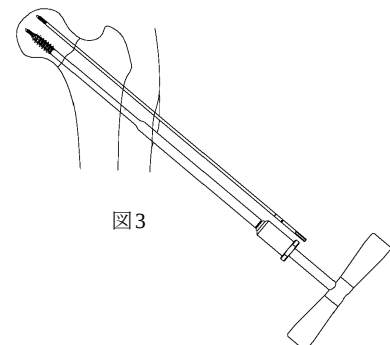

図 3
- 骨質が硬い場合、プレタッピングを行います。T ハンドル（L）に接続したラグスクリュータップを用いることで、ラグスクリュー先端部のタッピングを行うことができます。（図 3）